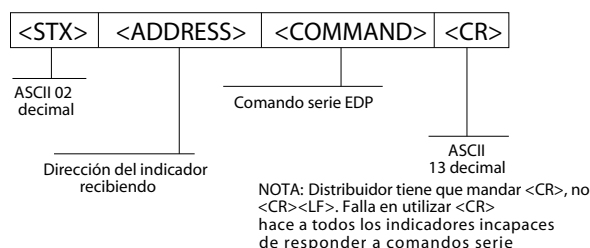

Figura 11-2. Formato RS-485 de enviar datos
Se inician todos los comandos remotos utilizando el formato de datos mostrado en la Figura 11-2:
**Ejemplo:** Para enviar el comando KPRINT de un terminal ASCII a un indicador cuya dirección es 65 (decimal) en la red RS-485, utilizar el formato mostrado en la Figura 11-2.
- La dirección del indicador (65) es representado por una "A" mayúscula.
- Se genera el carácter de retorno de carro (CR) por presionar la tecla **Enter** [Ingresar].